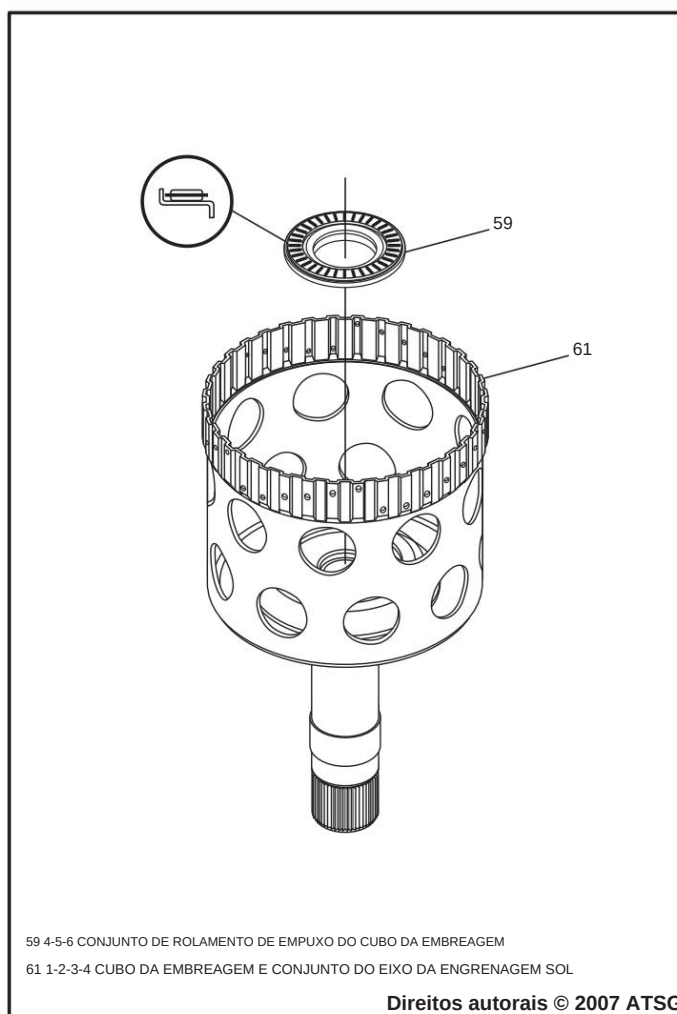

Figura 120
3. Instale o rolamento axial do cubo da embreagem 4-5-6, conforme mostrado na Figura 120, e retenha-o com uma pequena quantidade de Trans-Jel®.